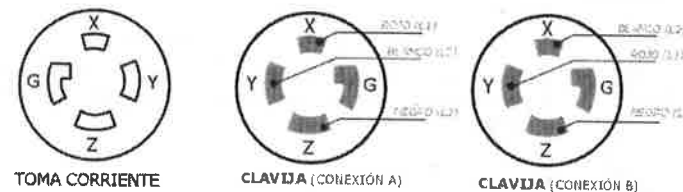

FIG. 2
Antes de completar la conexión eléctrica, revise el giro del gusano (13). Cuando encienda el equipo, el gusano debe girar en contra de las manecillas del reloj, viendo el equipo de frente. Si el gusano gira en sentido de las manecillas del reloj, apague y desconecte el equipo. Intercambie 2 de los 3 cables de alimentación. Ver fig. 2